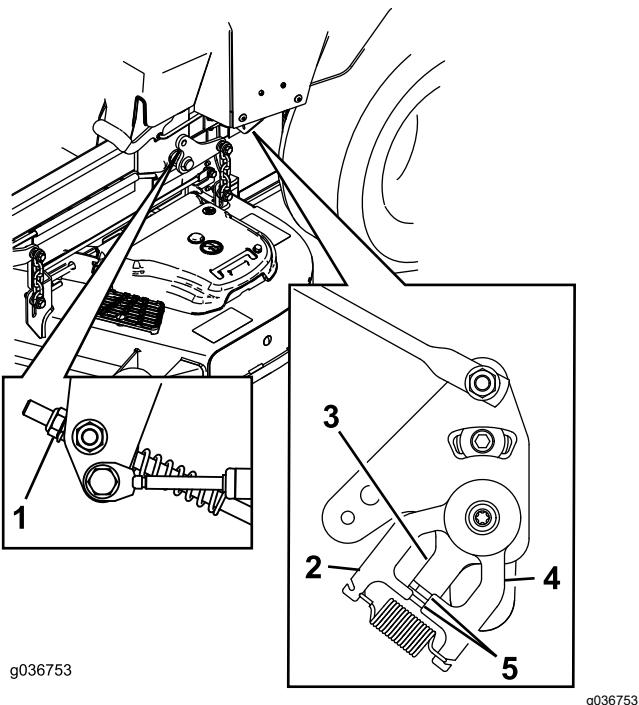

Bild 66
11. Stellen Sie die Länge der Pumpenschaltstange ein, indem Sie die Mutter in die entsprechende Richtung drehen, bis sich die Räder leicht rückwärts drehen (Bild 65 und Bild 66).